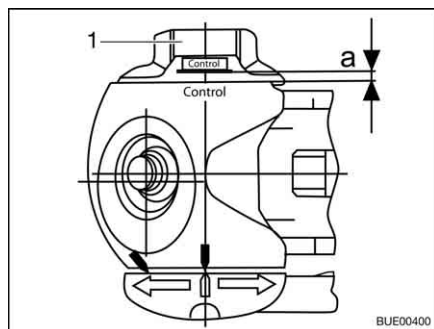

Fig. 189 Contrôle d'usure
- Tourner la molette de réglage (Fig. 189,1) vers la position de fermeture jusqu'à ce que vous ressentiez et entendiez le grincement du limiteur de couple. Sens de la rotation : Dans le sens des aiguilles d'une montre.
- Distance $a > 0$ (Fig. 189) : Usure à l'intérieur de la zone autorisée.